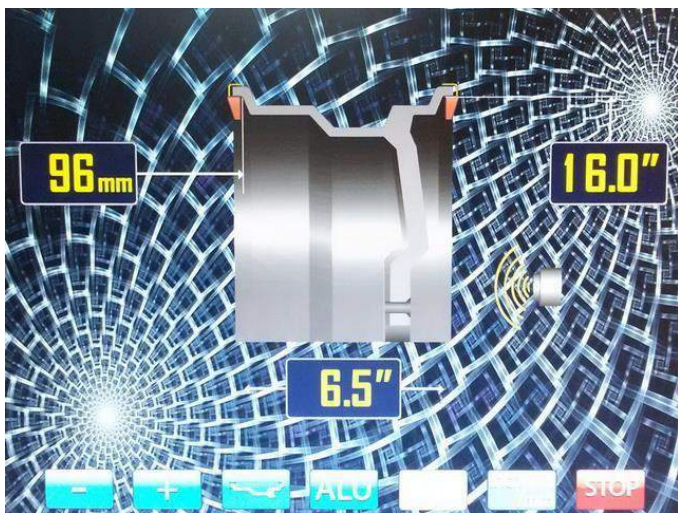

Рис. 10.2.
При включении питания СБ автоматически устанавливается исходный параметр « b », записанный в памяти СБ, который можно проконтролировать, нажимая кнопку A , d , b (кнопка 3 на рис.10.2.)
11.2. Данная модель СБ снабжена устройством, позволяющим автоматически вводить диаметр колеса и дистанцию до колеса. Для этого необходимо, взяв за рукоятку, вытянуть из корпуса СБ штангу ввода параметров, подвести палец на конце рукоятки к месту установки корректирующих грузов на внутренней стороне диска (см. рис. 10.1) и удерживать штангу в этом положении до появления звукового сигнала, после чего возвратить штангу в исходное положение. При этом экран основного рабочего режима сменится на экран ввода геометрических параметров колеса (рис.10.2). В левом верхнем окне отображается введённая дистанция в мм до плоскости установки балансировочных грузиков с внутренней стороны диска колеса. В правом верхнем окне отображается введённая величина диаметра диска колеса. В нижнем окне отображается ширина диска колеса. В правой части экрана появится изображение УЗ датчика (рис.10.2).
колеса, если требуется их ручная коррекция. Переключение кнопок «-» и «+» для коррекции диаметра и дистанции осуществляется кнопкой A , d , b (кнопка 3 рис.10.2), при этом корректируемая величина выделяется красным цветом, кроме того кнопка A , d , b позволяет перейти к экрану ввода геометрических параметров из экрана основного рабочего режима.
. Введите геометрические параметры колеса как описано в п. 11.2 или 11.4. На экране ввода геометрических параметров отображается стандартная балансировка грузами на пружинках (рис.10.2.).